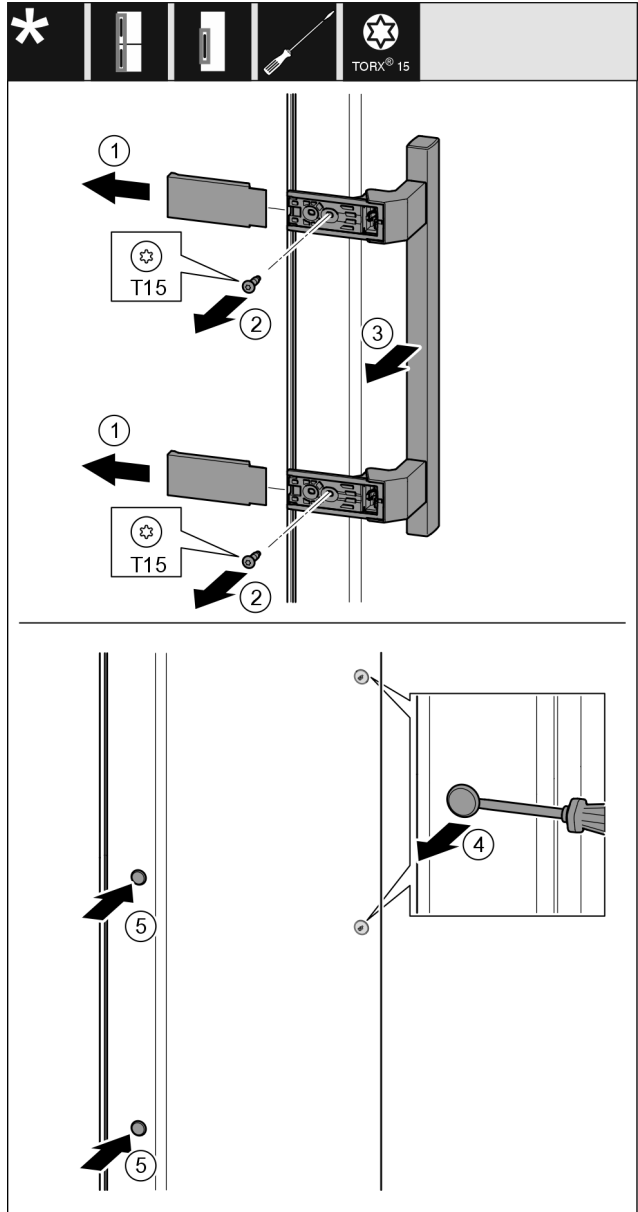

Fig. 25
- Abdeckung Fig. 25 (1) abziehen.
- Schrauben Fig. 25 (2) mit Schraubendreher herausdrehen.
- Griff Fig. 25 (3) abnehmen.
- Seitlichen Stopfen Fig. 25 (4) vorsichtig mit einem Schlitzschraubendreher anheben und herausziehen.
- Stopfen Fig. 25 (5) auf der anderen Seite wieder einsetzen.